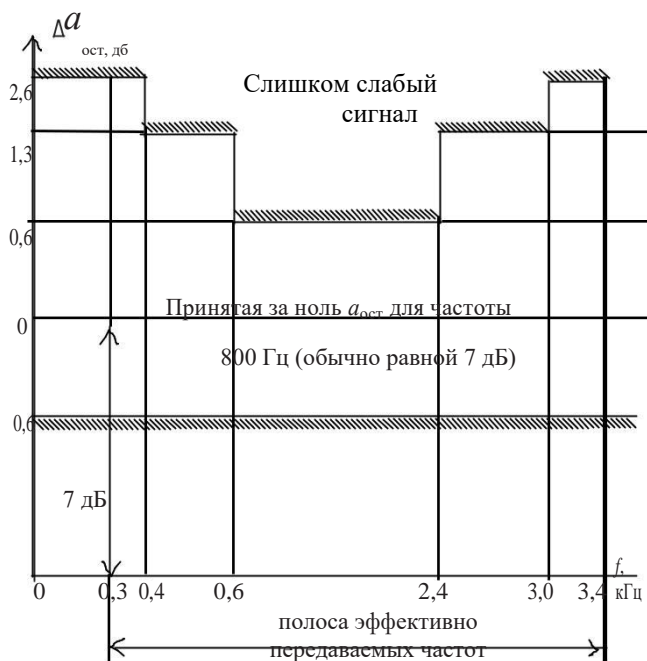

Рис. 17. Диаграмма построения АЧХ
Поэтому, кроме номинальной величины на частоте 800 Гц, нормируется величина допустимой нестабильности. Нормируемые величины отклонения остаточного затухания от номинальной величины на частоте 800 Гц приведены на рис. 17 и вычисляются по формуле:
Зависимость остаточного затухания $a_{ост}$ от частоты f называется амплитудно-частотной характеристикой канала (АЧХ). Если остаточное затухание постоянно (const), то в канале технологической электросвязи амплитудно-частотные искажения отсутствуют. Норма допустимого отклонения АЧХ, так называемая «маска», определяет пределы допустимых значений, обозначенных на рис. 17 штриховкой.
6. Постройте график АЧХ на диаграмме с положением «маски» (рис. 17), учитывая то, что за относительный ноль берется затухание на частоте 800 Гц.